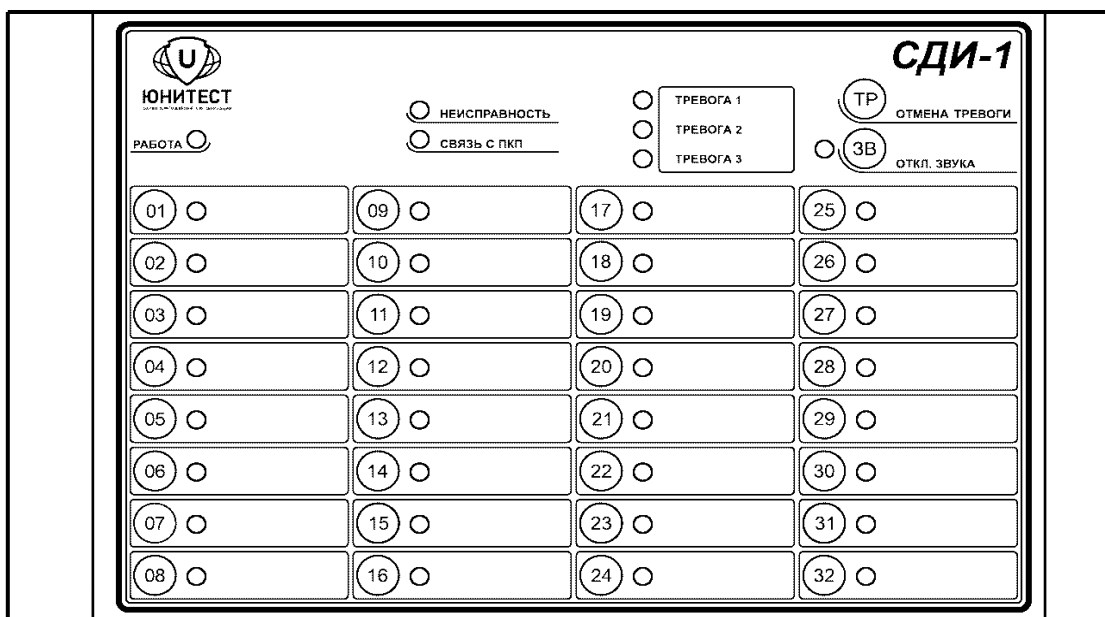

Рис.1. Внешний вид СДИ «Минитроник А32».
1.3. Внешний вид СДИ показан на рис.1.